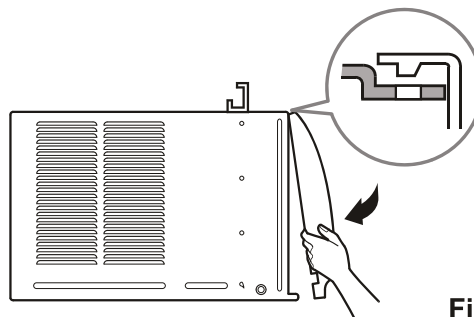

Fig. 10
13. Fixez la grille avant au boîtier en en insérant les languettes de la grille dans les encoches situées à l'avant du boîtier. Poussez la grille jusqu'à ce que vous l'entendiez cliquer en place. (Fig. 10)